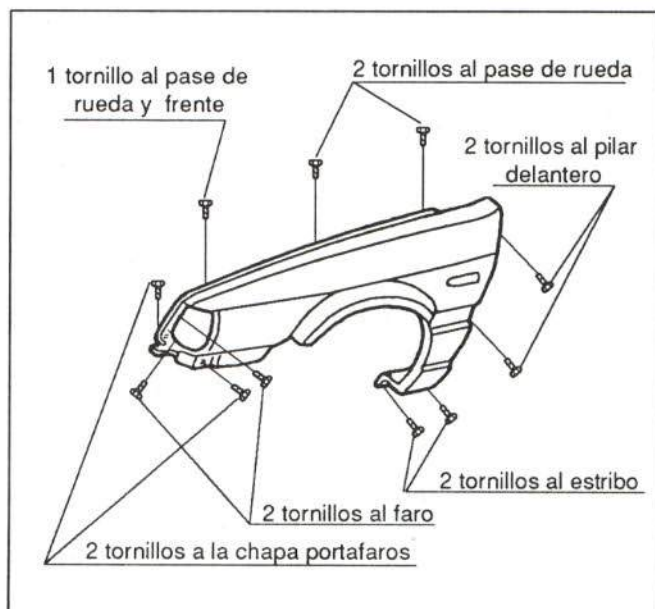

Figura 19.- Fijación de la aleta
- Desmontar las aletas (figura 19)
- Aleta (figura 19)
Se encuentra atornillada al resto de la carrocería, como se indica en la figura 19.